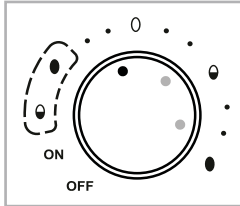

Fig. 3
- Sélectionnez le point **central** de la zone de réglage respective (fig. 3) si vous voulez cuire 7 œufs moyennement gros (taille M/L) que vous venez de sortir du réfrigérateur